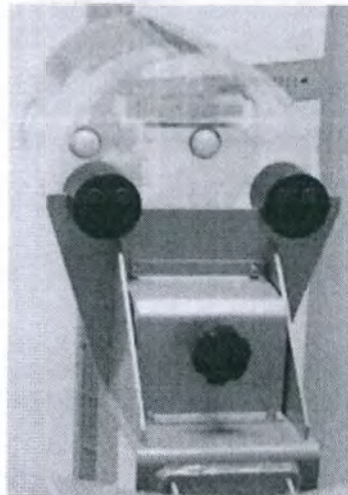

Рисунок 38 Калибровочный фантом
1. Установите калибровочный фантом (см. рис. 38).